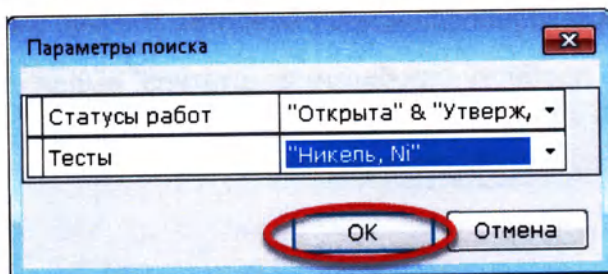

Рисунок 13.37
3. Нажмите кнопку «Ок» (Рисунок 13.37):